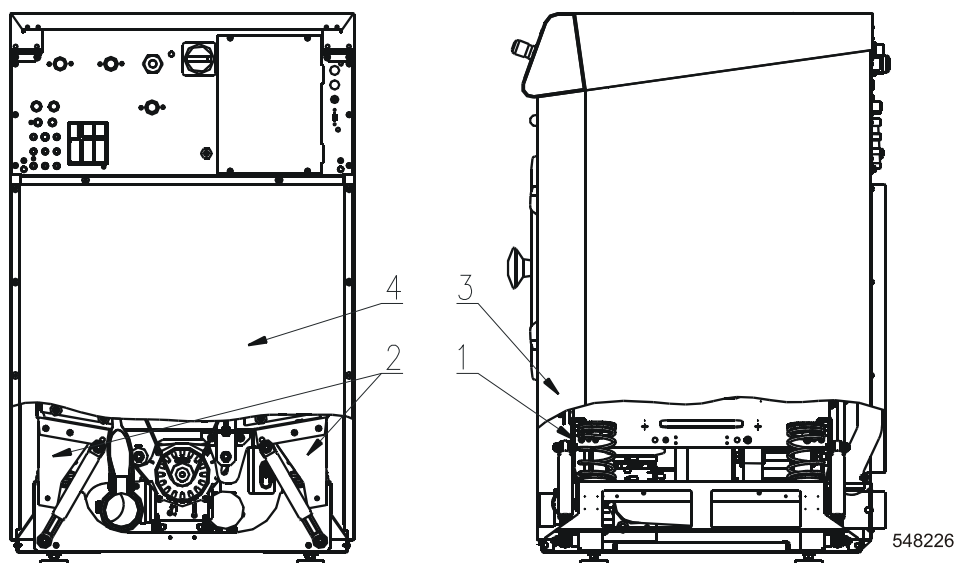

Fig. 3 Avfjädrade maskiner
- Ta bort front och bak panel, se fig. 3., pos.3, 4.
- Ta bort 2 st. transportstag, pos.1.
- Ta bort 2 st. bakre transportstag, pos.2.